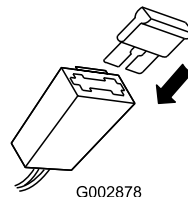

Figura 9
2. Inserte el fusible en el portafusibles según se muestra (Figura 9).